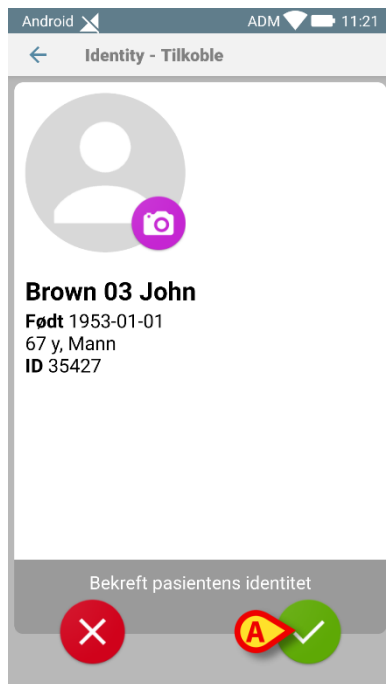

Fig. 152
- Trykk på ikon  for å bekrefte (Fig. 152 A).